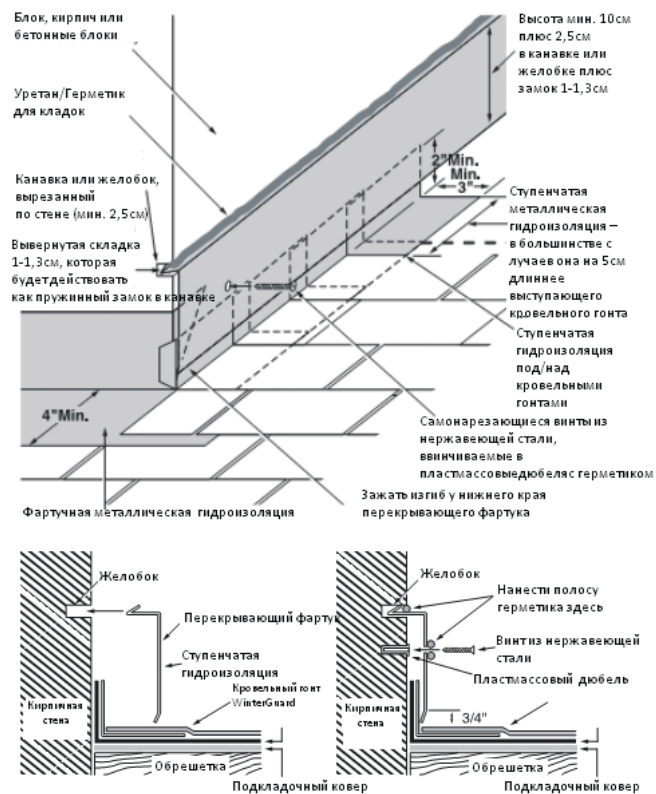

Рис. 6-14: Непрерывный перекрывающий фартук у кирпичных дымоходов и стен.
**ЦЕЛЫЙ ПЕРЕКРЫВАЮЩИЙ ФАРТУК:** Этот метод гидроизоляции с применением перекрывающего фартука использует цельную металлическую деталь вместо обычно расположенного уступами (ступенчатого) перекрывающего фартука вдоль боковой части дымохода или стены с заполненными раствором швами. Это альтернатива использованию ступенчатого перекрывающего фартука, которая может привести к протечкам воды по вертикальным швам при сильном ветре или попаданию внутрь мелкозернистого снега под воздействием ветра. При применении цельного перекрывающего фартука фартучная гидроизоляция будет непрерывной на кровельном гонте и далее по кирпичной стене. Часть вертикальной стены в этом случае закрывается перекрывающим фартуком (Рис. 6-14).
гидроизоляцию на крыше в месте стыка с кирпичным дымоходом или стеной. Обратите особое внимание на любые угловые изгибы металла и стыки (Рис. 6-14).